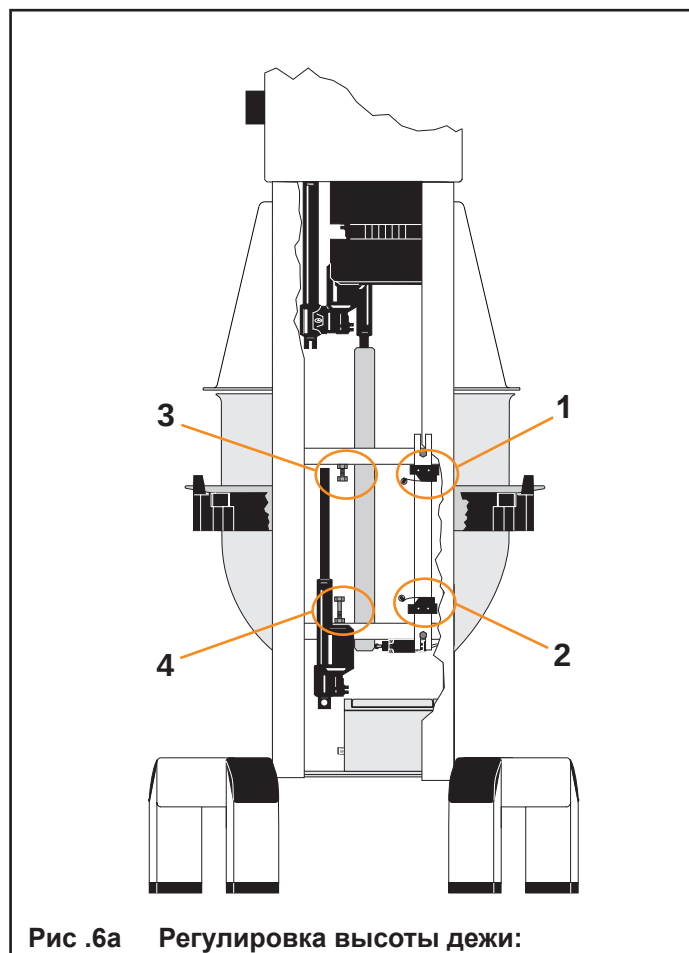

Рис. 6a Регулировка высоты дежи:
Верхнее и нижнее положения дежи определяются микровыключателями (1) и (2) (Рис. 6a).